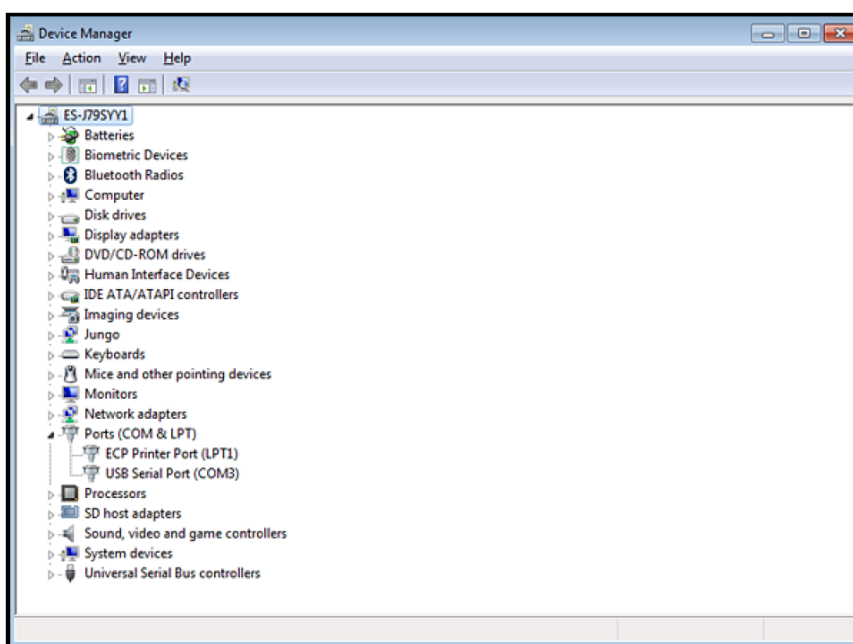

Рис. 1: Окно Device Manager
5. Откройте окно **Менеджера устройств в Панели управления (Control Panel>>Device Manager)**, а затем выберите опцию **Порты (Ports)** – см. *рис. 1* ниже. Убедитесь в том, что USB-порт расходомера PT878 установлен.